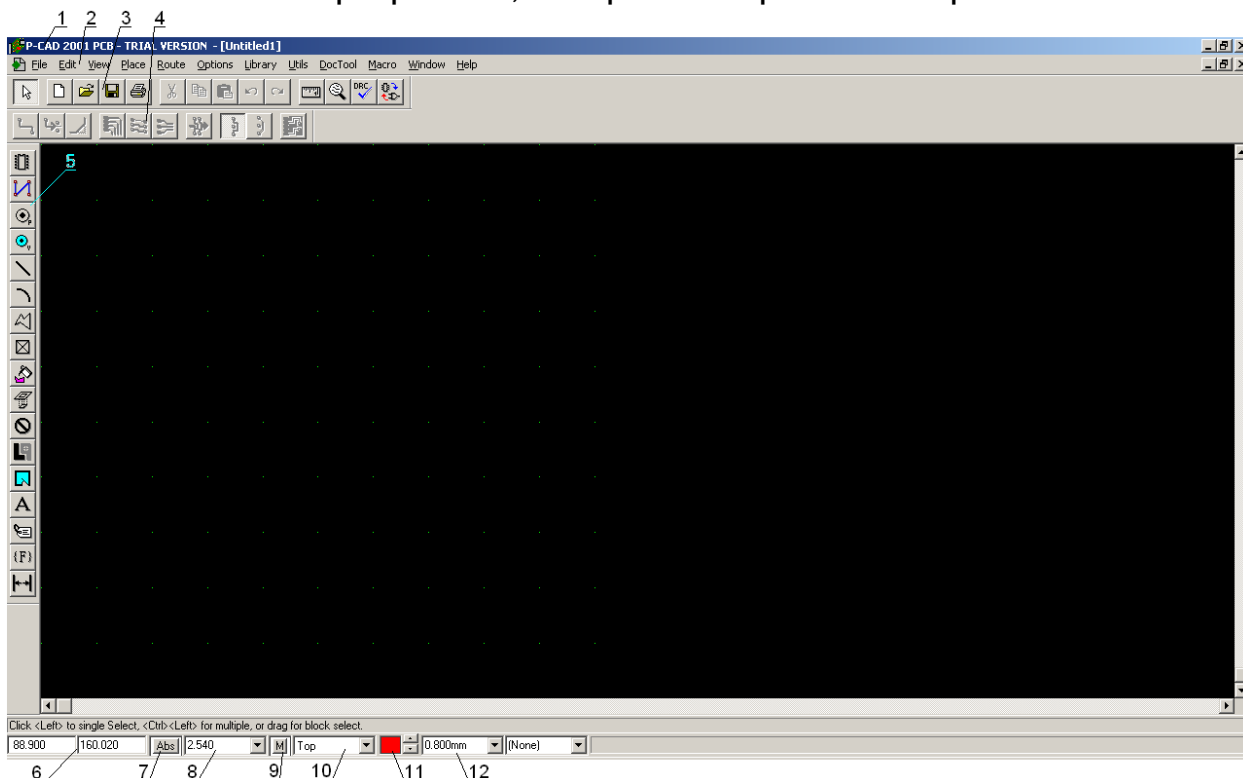

Рис. 1 Окно программы PCB. 1 – название файла, 2 – главное меню, 3 – верхняя панель инструментов, 4 – панель инструментов
- 1.2 Принцип организации рабочего пространства редактора **PCB** такой же, как и у **Schematic** – отличие лишь в объектах с которыми он работает. Ознакомьтесь с рабочим окном программы, которое изображено на рис. 1.